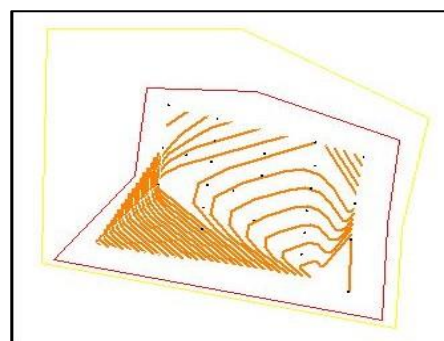

Рис. 11.4
11. Кликните двойным щелчком ЛКМ внутри чертежа и расположите объект по центру листа чертежа (рис. 11.4), после чего нажмите **Esc**.